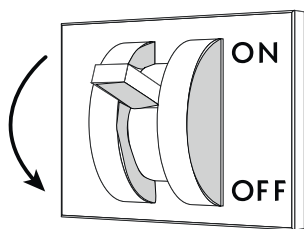

Fig. 39
- Desconectar la alimentación eléctrica del mueble mediante el interruptor seccionador general instalado en la pared ("Fig. 39").